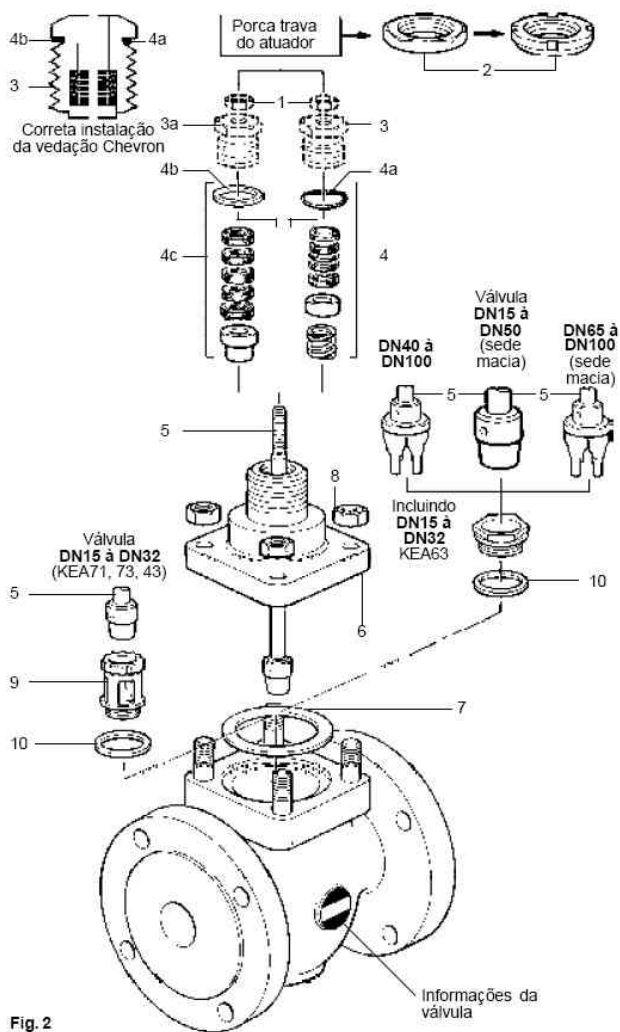

Fig. 2
#### Procedimento para manutenção do conjunto de vedação chevron (Fig. 2).
- c) **Cuidado:** Para remover a tampa certifique-se que as válvulas de bloqueio estão fechadas e a válvula de controle está despressurizada e drenada. Solte os quatro parafusos (8) que segura a tampa no corpo e remova a tampa (6) completa com haste e plug (5).
- d) Remova a porca trava (1).
- e) Solte o adaptador (3), retire a haste e o plug (5), remova o conjunto de vedação (4) e 'O' Ring (4a) ou a junta (4b) da tampa.
- f) Examine as peças procurando sinais de danos ou deteriorização e troque se necessário. Observe que marcas ou depósitos de sujeira na haste da válvula (5) ocasionarão troca prematura da sede e gaxetas de vedação.
- h) Usando novas guarnições (juntas) (7) recoloque a tampa (6) no corpo da válvula. Reponha as quatro porcas (8) e faça a vedação com o torque correto ( veja a tabela na pg. 4).
- i) Para substituir o conjunto de vedação da haste (4), primeiramente coloque a mola sobre a haste da válvula (5). (Se danificar o 'O' ring (4a ou 4b) deverá ser substituído). Agora as novas juntas de vedação Chevron devem ser inseridas no adaptador 3) com firmeza, tome cuidado para não danificar a vedação. Recoloque o adaptador (3) sobre a haste da válvula (5), rosqueando para baixo para garantir que o 'O' ring (4a) ou a gaxeta (4b) fique firme na tampa (6). A vedação Chevron deverá ser colocada no adaptador (3) como mostra a fig. 2.
j) Verifique se a haste (5) está movendo livremente.
k) Recoloque a porca trava (1).
l) Certifique-se que o plug está encostado na sede (não forçar o plug na sede, pois pode danificar, ocasionando vazamento). Recoloque o atuador, a porca (2) e faça a conexão do atuador na haste da válvula.